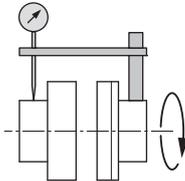

Fig. 11 : Contrôle de l'alignement radiale avec un comparateur
- Fixer un comparateur sur l'un des accouplements ou sur l'arbre (voir fig. 11). Le piston du comparateur doit reposer sur la couronne de l'autre demi-accouplement (voir fig. 11).